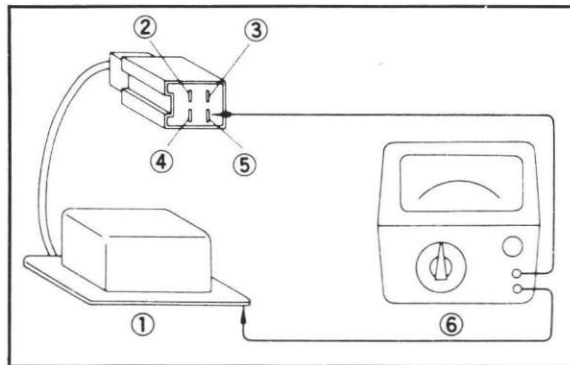

Fig. 6-1-13
- e. For resistance test #1, hook the ohm-meter (0×1 ohms scale) to the black wire and the regulator base. This hook up must read zero ohms resistance. One or more ohms indicates a frayed or broken black wire. (Fig. 6-1-13)
- e. Essai No. 1: raccorder l'ohmmètre (échelle 1×1 ohm) au au fil noir et à la base du régulateur: la résistance mesurée doit être nulle. Une résistance égale ou supérieure à 1 ohm indique que le fil noir est effiloché ou cassé. (Fig. 6-1-13)
- e. Für die Widerstandsprüfung Nr. 1 ist der Ohmmeter (Skala $0 \times 1 \Omega$) mit einer Klemme am schwarzen Draht und mit der anderen Klemme an den Sockel des Spannungsreglers anzuschliessen. (Abb. 6-1-13)